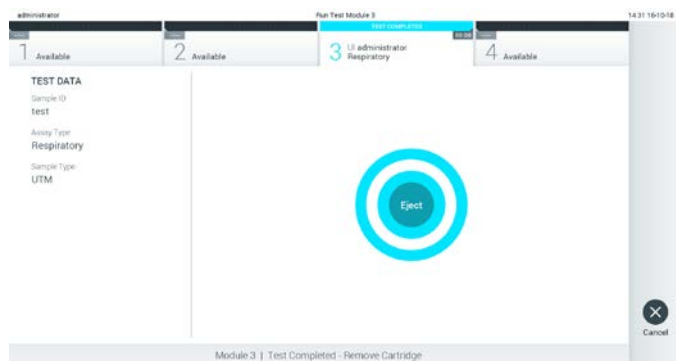

Figura 29. Visualización de la pantalla Eject (Expulsar).
10. Una vez finalizada la prueba, aparecerá la pantalla Eject (Expulsar; figura 29).